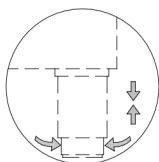

Bild 1
- Das.Gerät.auf.einem.ebenen.Boden.über.die.einstellbaren.Füße.positionieren..(Bild.1)